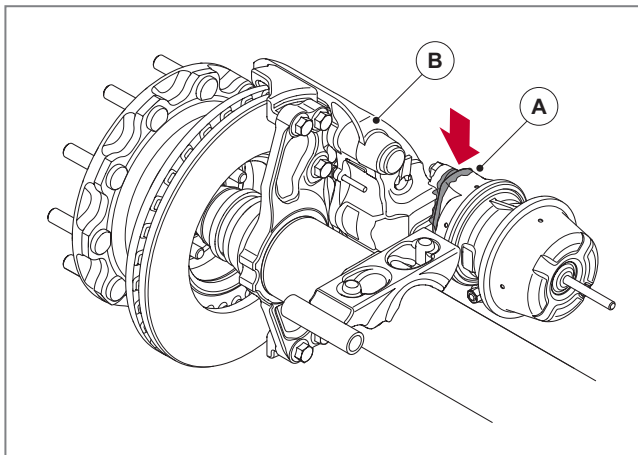

Abb. 23 - Dichtflächen von Bremszylinder und Bremssattel
2. Reinigen Sie besonders die Dichtflächen von Bremszylinder (A) und Bremssattel (B), um sicherzustellen, dass beim Entfernen des Bremszylinders kein Schmutz in den Mechanismus eindringt, siehe ► Abb. 23.